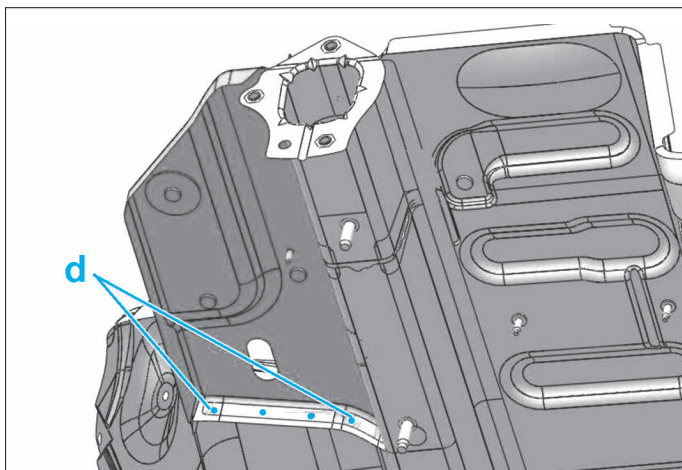

FIG. 126
- les 4 points (d) (Fig.126).
- (d) par points électriques (Fig.126).